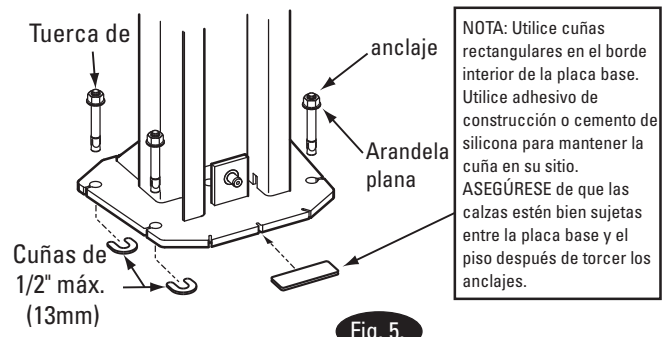

Fig. 5.
**IMPORTANTE** Usando las calzas de herradura provistas, calce cada base de columna hasta que cada columna esté a plomo. Si una columna debe ser elevada para que coincida con el plano de la otra columna, deben usarse placas de calza de base de tamaño completo (Kits de calzas Referencia FA5112 o FA5208 para calzas de elevador sísmico). Vuelva a revisar las columnas para ver si están a plomo. Apriete los pernos de anclaje hasta una torsión de instalación de 110 Lb-pie (149 Nm). El grosor de las cuñas NO DEBE exceder de 1/2" (13mm) cuando se utilicen los anclajes de 5-1/2" (140mm) de longitud suministrados con los elevadores estándar, Fig. 5. Ajuste las extensiones de columna a plomo.